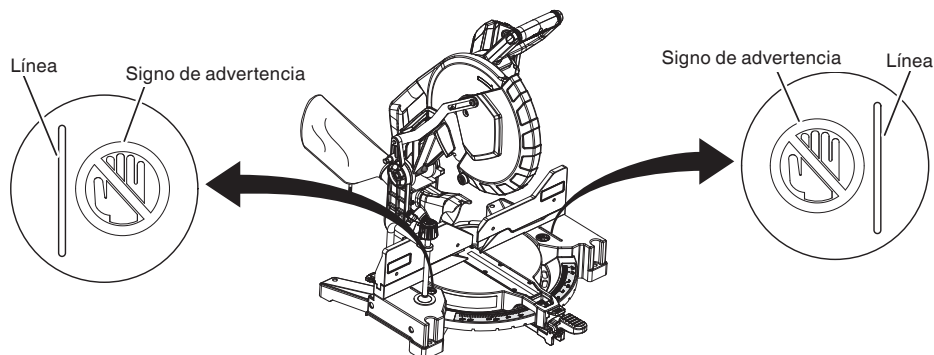

Fig. 16
* No coloque nunca sus miembros dentro de la línea cerca del signo de advertencia mientras está utilizando la herramienta. Esto podría resultar peligroso (consulte la Fig. 16).